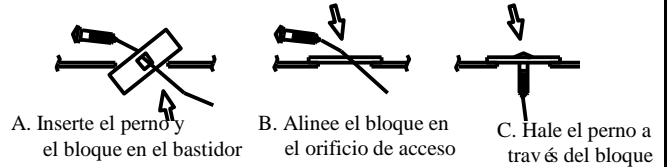

Figura 3
- Reverse la inserción de los pernos de carruaje de 1/2" y los bloques a través de los orificios de acceso como se muestra en la Figura 3.